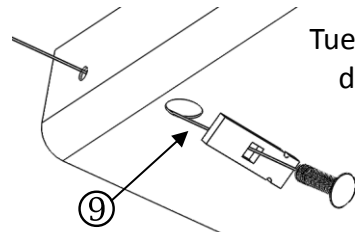

Figura 2
- Retirar (12) los remaches de presión ubicados en el lado inferior de la fascia
- Con un destornillador, retirar (4) tornillos ubicados en cada receptáculo de la rueda
- Retirar la luz trasera al quitar (1) tornillo ubicado dentro de la abertura de la puerta trasera, debajo de la cubierta del tornillo. Halar suavemente las luces traseras hacia atrás
- Retirar (2) tornillos debajo de la puerta trasera, cerca de la abertura del maletero
2. Bajar el escape: Con un cubo de 12 mm, quitar (2) tuercas que aseguran los colgantes del escape a cada lado del vehículo. Con los alicates de extracción del escape, bajar el silenciador quitando los (2) colgantes del escape delanteros al frente del eje trasero. Nota: asegurarse de fijar el escape antes de bajarlo.
3. Retirar los protectores de calor: Con un cubo de 10 mm, quitar los (6) tornillos de cada protector de calor. Colocar a un lado para su instalación posterior. Con un destornillador, retirar el soporte central de la fascia en el parachoques. Si ocurre una interferencia, usar alicates para doblar el soporte de metal de la fascia y quitarlo del camino.
4. Instalar los soportes de apoyo: Retirar la cinta de espuma del lado del bastidor y el conector de los orificios de acceso en la parte inferior del bastidor del vehículo. Si es necesario, quitar el calafateo del bastidor. Insertar el extremo enrollado del cable de insertar a través del orificio de montaje y saliendo por el orificio de acceso. Insertar el cable a través del bloque (pieza 5) y colocar el perno 7/16 (pieza 1), ver la Figura 2. Halar del cable y alinear el perno con el orificio de montaje. Levantar el soporte de apoyo a su posición y colocar el soporte usando (3) pernos M10x1.25x40 mm (pieza 3) y (3) arandelas cónicas dentadas (pieza 2). Repetir el proceso para el soporte en el otro lado del vehículo.